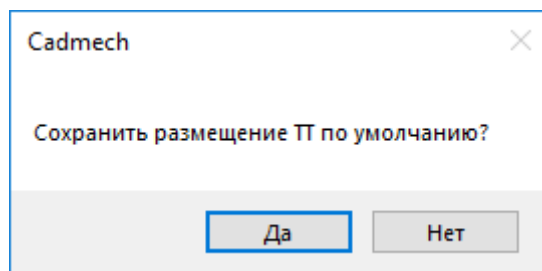

Рисунок 6-26
1. Нажмите кнопку **Завершить** . Кнопка располагается на панели инструментов **Редактора технических требований**. После этого система отобразит следующий диалог (Рисунок 6-26).